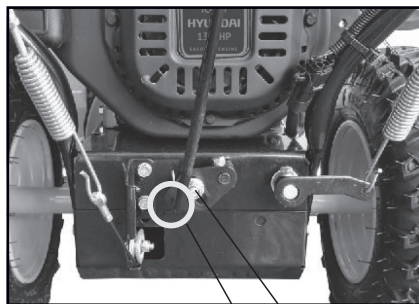

Рис. 4
- Вставьте угловую часть (рис. 4 В) управляющего стержня в отверстие на рычаге (рис. 4 С), чтобы соединить его с коробкой передач и закрепите его на месте с помощью В-шплинта.